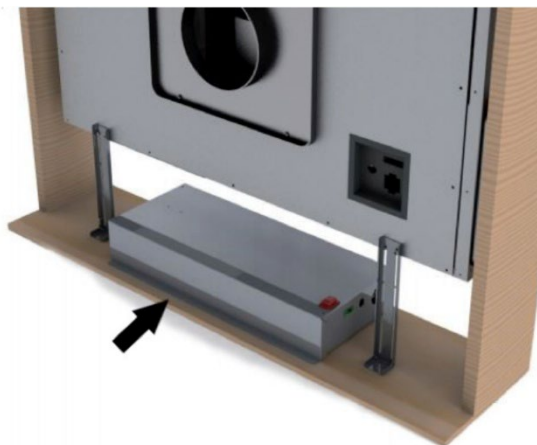

Fig. 23
10. Placér metalboksen med de elektroniske komponenter et let tilgængeligt sted, så service og vedligeholdelse kan udføres uden problemer (fig. 23).